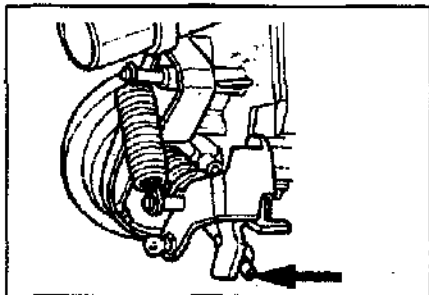

Рис.4 Подстроечный винт.
- г) Если параметр не в норме, то регулировку проводят с помощью винта (Рис.4).